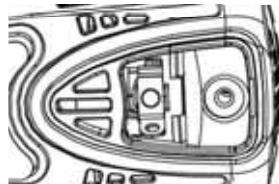

Рис. 3
- В. Новые угольные щетки установлены должным образом (см. рис. 3).